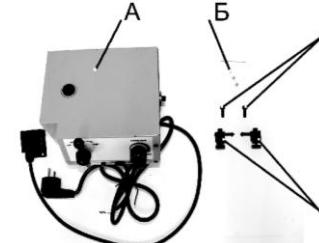

Рис. 1
## 3. КОМПЛЕКТНОСТЬ (Рис. 1)
В комплект поставки входит (Рис. 1):
- 6.8. Закрепите панель двигателя (5) через отверстия (13) к рабочему столу станка в крепёжных отверстиях (11) на торцевой поверхности рабочего стола станка и винтами (B), Рис. 1.